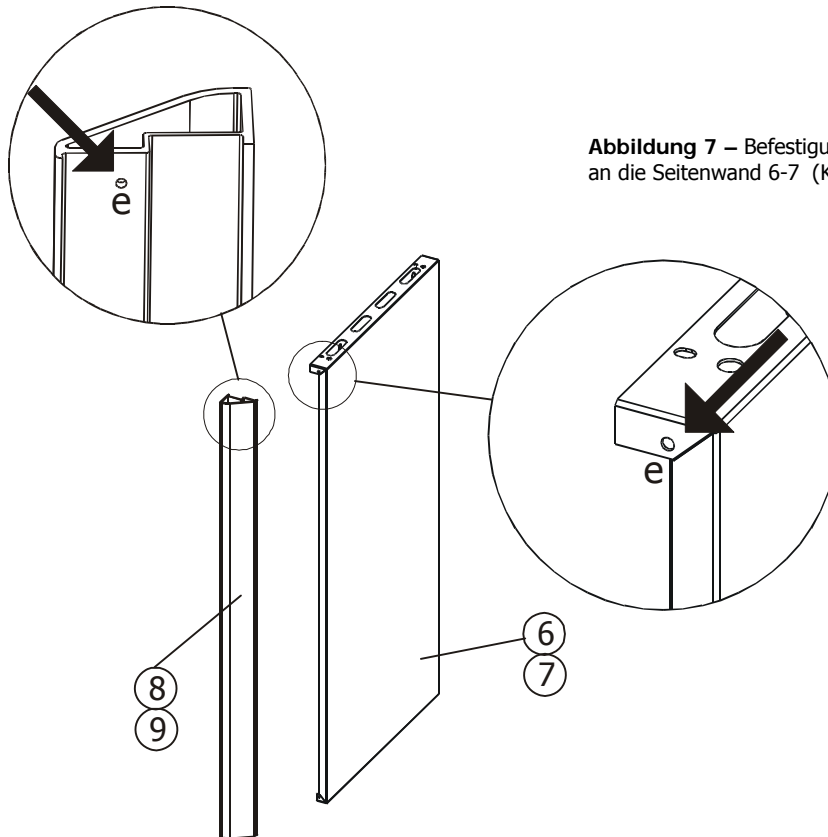

Abbildung 7 – Befestigung der Profile 8-9 an die Seitenwand 6-7 (Kaminofen Kasai)
- Das Profil ("8-9") nehmen und es an die Seitenwand ("6-7") in Position "e" befestigen, indem man sich zweier selbstschneidender Schrauben bedient (eine oben und eine unten) Abbildung 7.